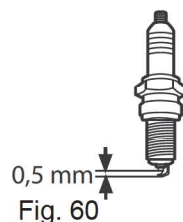

Fig. 60
- > Verifique a folga da vela. A mesma deve ser de 0,5 mm (Fig. 60)